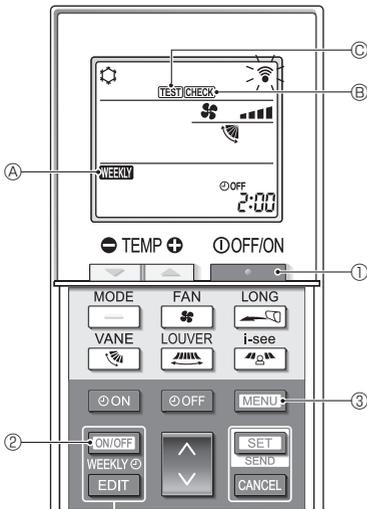

Fig. 7-1
7.1. Essai de fonctionnement (Fig. 7-1)
- Appuyez sur la touche **TEST/CHECK** ① pour arrêter le bimatériau.
- Si la minuterie hebdomadaire est allumée (**WEEKLY** ② est allumé), appuyez sur la touche **ON/OFF WEEKLY** ③ pour la désactiver (**WEEKLY** ② est éteint).
- Appuyez sur la touche **MENU** ③ pendant 5 secondes.
- CHECK** ④ s'allume et l'appareil entre en mode veille.
- Appuyez sur la touche **MENU** ③.
- TEST** ⑤ s'allume et l'appareil entre en mode essai de fonctionnement.